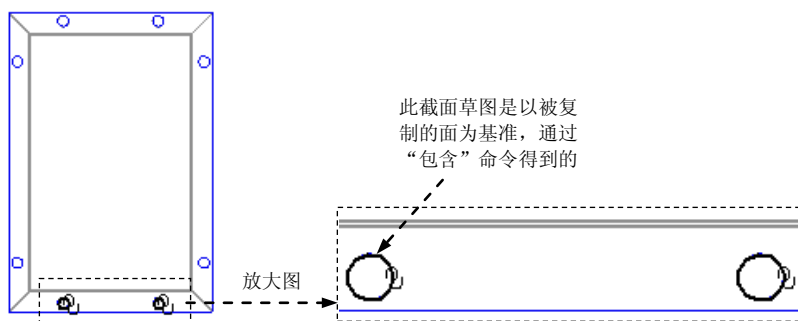
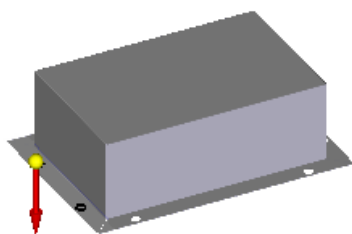

图 8.12.27 截面草图
图 8.12.28 定义移除方向
② 绘制图 8.12.27 所示的截面草图。
③ 单击“主页”操控板中的“关闭草图”按钮，退出草图绘制环境。
(3) 定义法向除料特征属性。在命令条中单击“厚度剪切”按钮和“全部穿透”按钮，并将移除方向调整至图 8.12.28 所示的方向。
(4) 单击按钮，完成特征的创建。